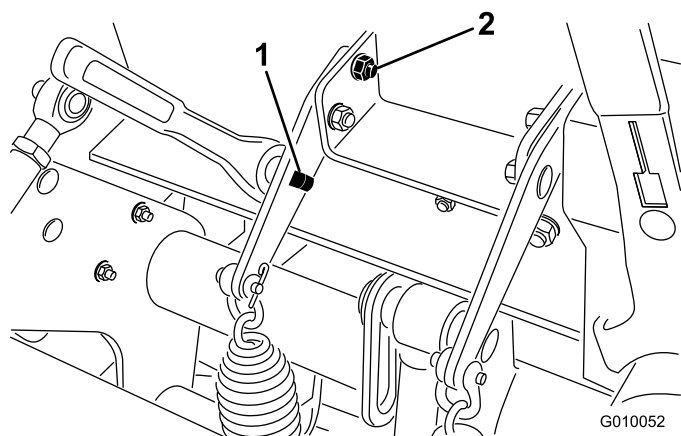

図 37
2. スプリングプレートの四角い穴に 1/2" のラチェットまたはバールを差し込む(図 37)。